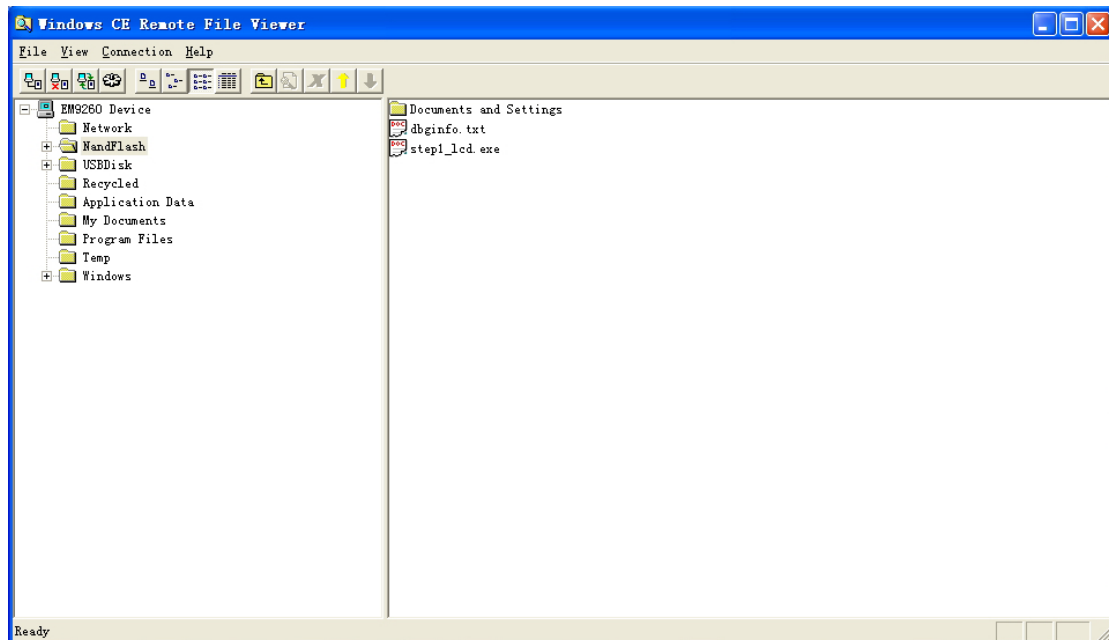

图 4-7 EM9260 NandFLASH 目录中的文件
1、选择 **Tools->Remote File Viewer(WCE500)**，连接建立以后，打开“EM9260 Device/NandFLASH”，如图 4-7 所示。